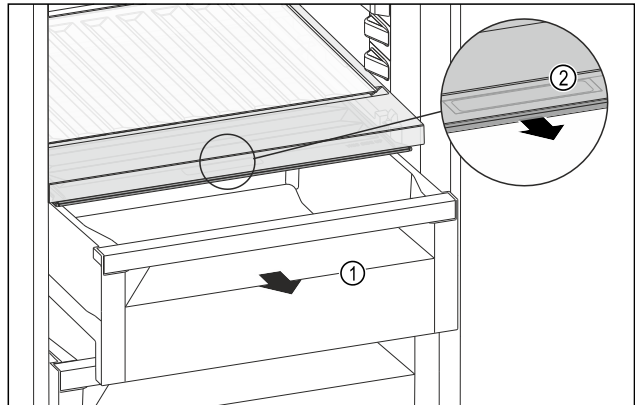

Fig. 109
- ▶ Извлеките выдвижной ящик *Fig. 109 (1)*.
- ▶ Возьмитесь за утопленную ручку *Fig. 109 (2)* на крышке отделения и одновременно потяните крышку отделения вперед.